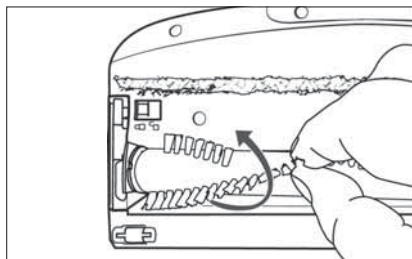

Fig. 30
- 3) Trageți peria rotativă 21 apucând-o de perii din peria pentru podea 22. Rotiți puțin peria rotativă 21 pentru a o îndepărta mai ușor (a se vedea fig. 30).